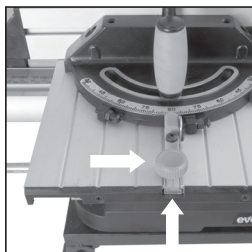

Fig. 38
**Remarque :** Bien que la butée d'onglet puisse être fixée dans n'importe quelle position le long de la fente en T, elle a une position déterminée du côté avant du chariot à laquelle la vis de fixation mord dans une ouverture dans le corps du chariot (fig. 38).